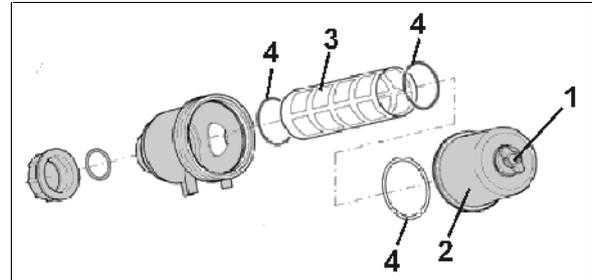

Bild 114
Rengör sugfiltret (Bild 114) dagligen då sprutningsarbetet avslutats.
4. Lossa vingmuttern (Bild 114/1) på sugfiltret.
5. Dra av filterlocket (Bild 114/2) genom att vrida det lite fram och tillbaka.
6. Ta av filterinsatsen (Bild 114/3) och rengör med vatten.
7. Kontrollera o-ringens (Bild 114/4) avseende skador.
Se till att o-ringarna kommer korrekt på plats (Bild 114/4).